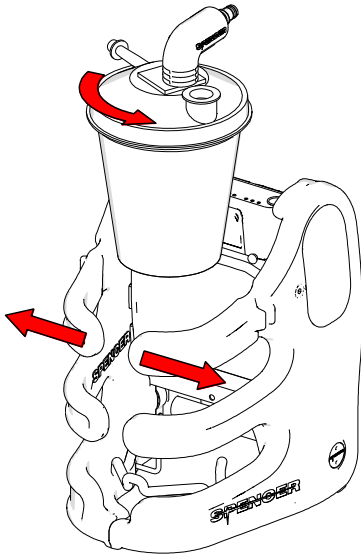

Abb. 6
1. Verbinden Sie den Behälter mit dem Filter (Nr°5 Abschnitt 3.2), der Behälter in seinem Gehäuse einfügen indem der obere Teil der Hülle leicht verformt wird (Abb.6); überprüfen Sie, dass der Halterungsbogen (Nr°7 Abschnitt 3.2) gesenkt ist und genau an der Absauggeräthülle fixiert ist.